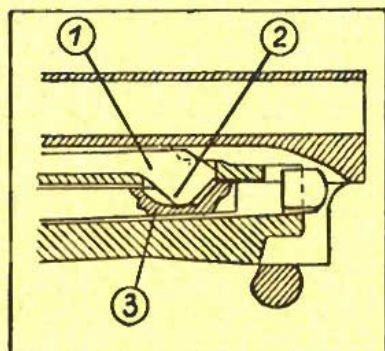

Fig. No 66 - ARRÊTOIR DU PERCUTEUR POUSSÉ VERS LE BAS
Au contraire, si le verrou n'est pas en position de verrouillage complet, et si la glissière n'est pas à fond de course avant (voir fig. No 66), l'arrêt du percuteur (1) est poussé vers le bas par une face plane de la glissière, et sa tête (2) vient se loger dans l'encoche du percuteur (3) bloquant ainsi automatiquement celui-ci dans sa position arrière.